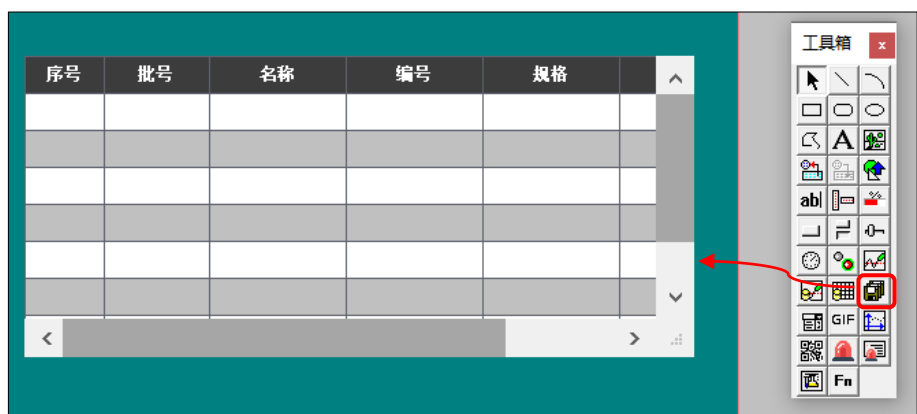

图 5.2-14 绘制存盘浏览构件
- ① 进入窗口组态：在章节 5.2.2.1 所组态工程的基础上，进入工作台的“用户窗口”，双击“窗口 0”进入其组态画面。
- ② 绘制存盘浏览构件：如图 5.2-14，在工具箱中选择“存盘浏览构件”，并绘制。